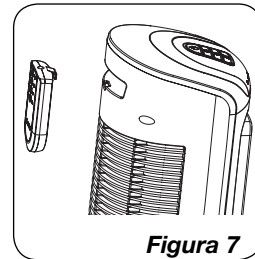

Figura 7
5. El gancho del mando a distancia se localiza en la espalda de Ventilador. (Figura 7)